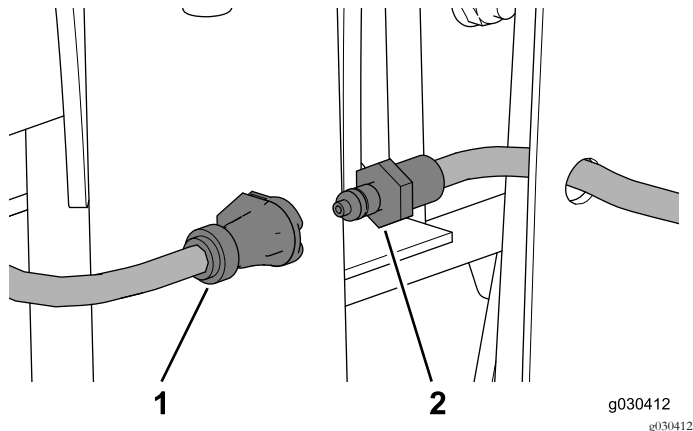

Bild 62
1. Schließen Sie den Schlauch der Scheibenwaschanlage ab (Bild 62).